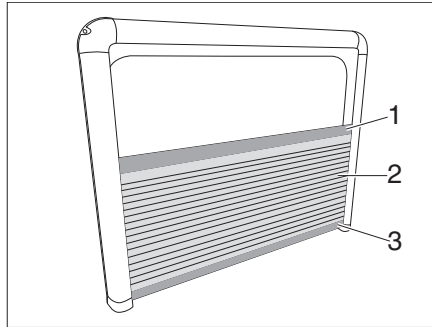

Fig. 76 Tenda a rullo, pieghettata
**Chiusura:** ■ Sollevare l'oscurante a rullo (Fig. 76,2) afferrando il listello superiore (Fig. 76,1) e spingere il listello inferiore (Fig. 76,3) verso il basso.
**Apertura:** ■ Spingere il listello superiore (Fig. 76,1) verso il basso. La finestra aperta è protetta dalla zanzariera.
**Apertura senza zanzariera:** ■ Spingere il listello inferiore (Fig. 76,3) verso l'alto. La finestra aperta non è protetta non dalla zanzariera.